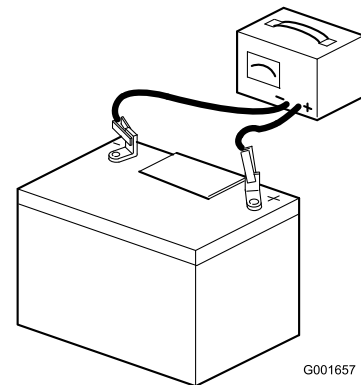

Figura 5
7. Conecte un cargador de batería de 3 a 4 amperios a los bornes de la batería (Figura 5). Cargue la batería a un ritmo de 3 a 4 amperios durante 4–8 horas.